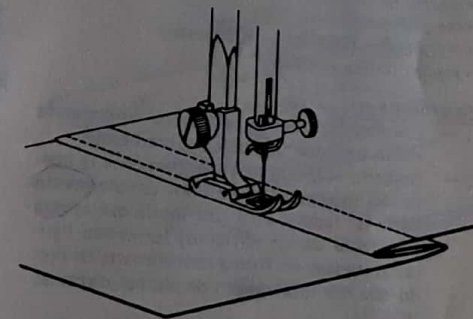

Fig. 32
- 3.— Haga una costura recta sobre el derecho de la tela y siguiendo el borde del doblez superior, repitiendo luego la operación a lo largo del otro borde sobre el revés de la tela. (Fig. 32)